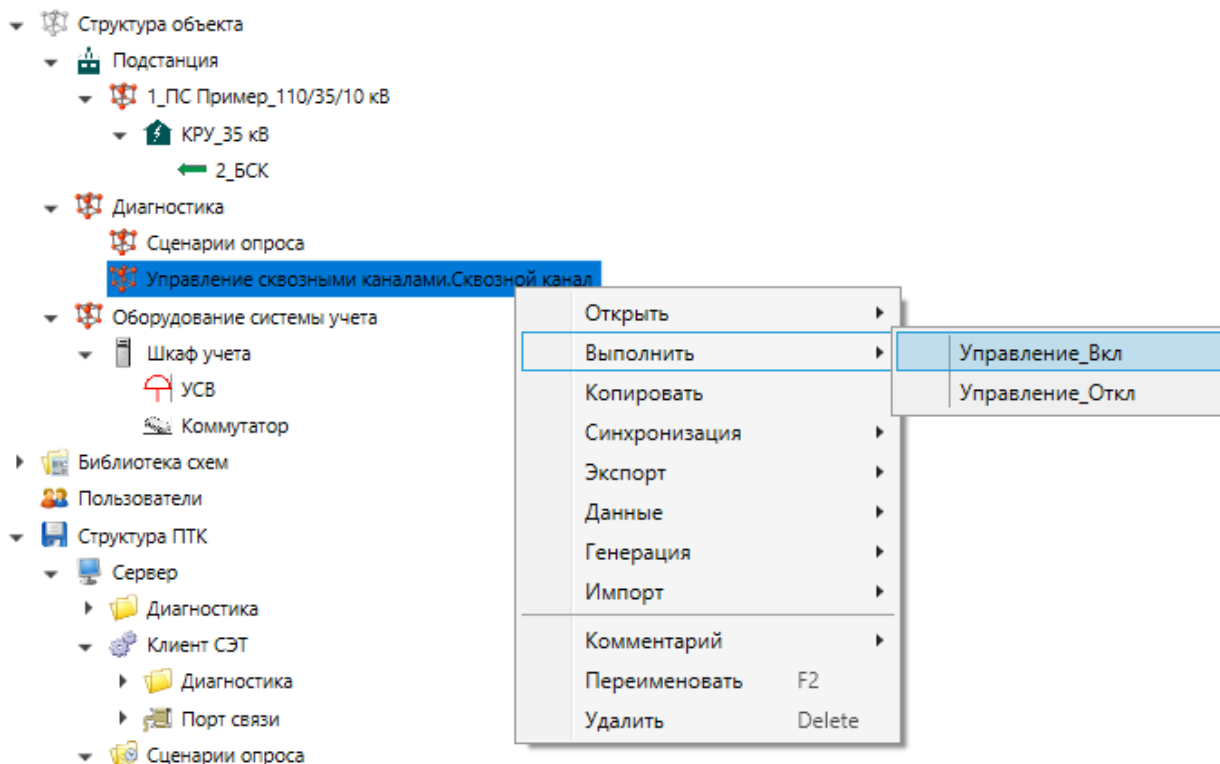

Рисунок 91 – Группа команд «Выполнить» для узла «Объект»
- управление – установка значения сигнала объекта (рисунок 91).